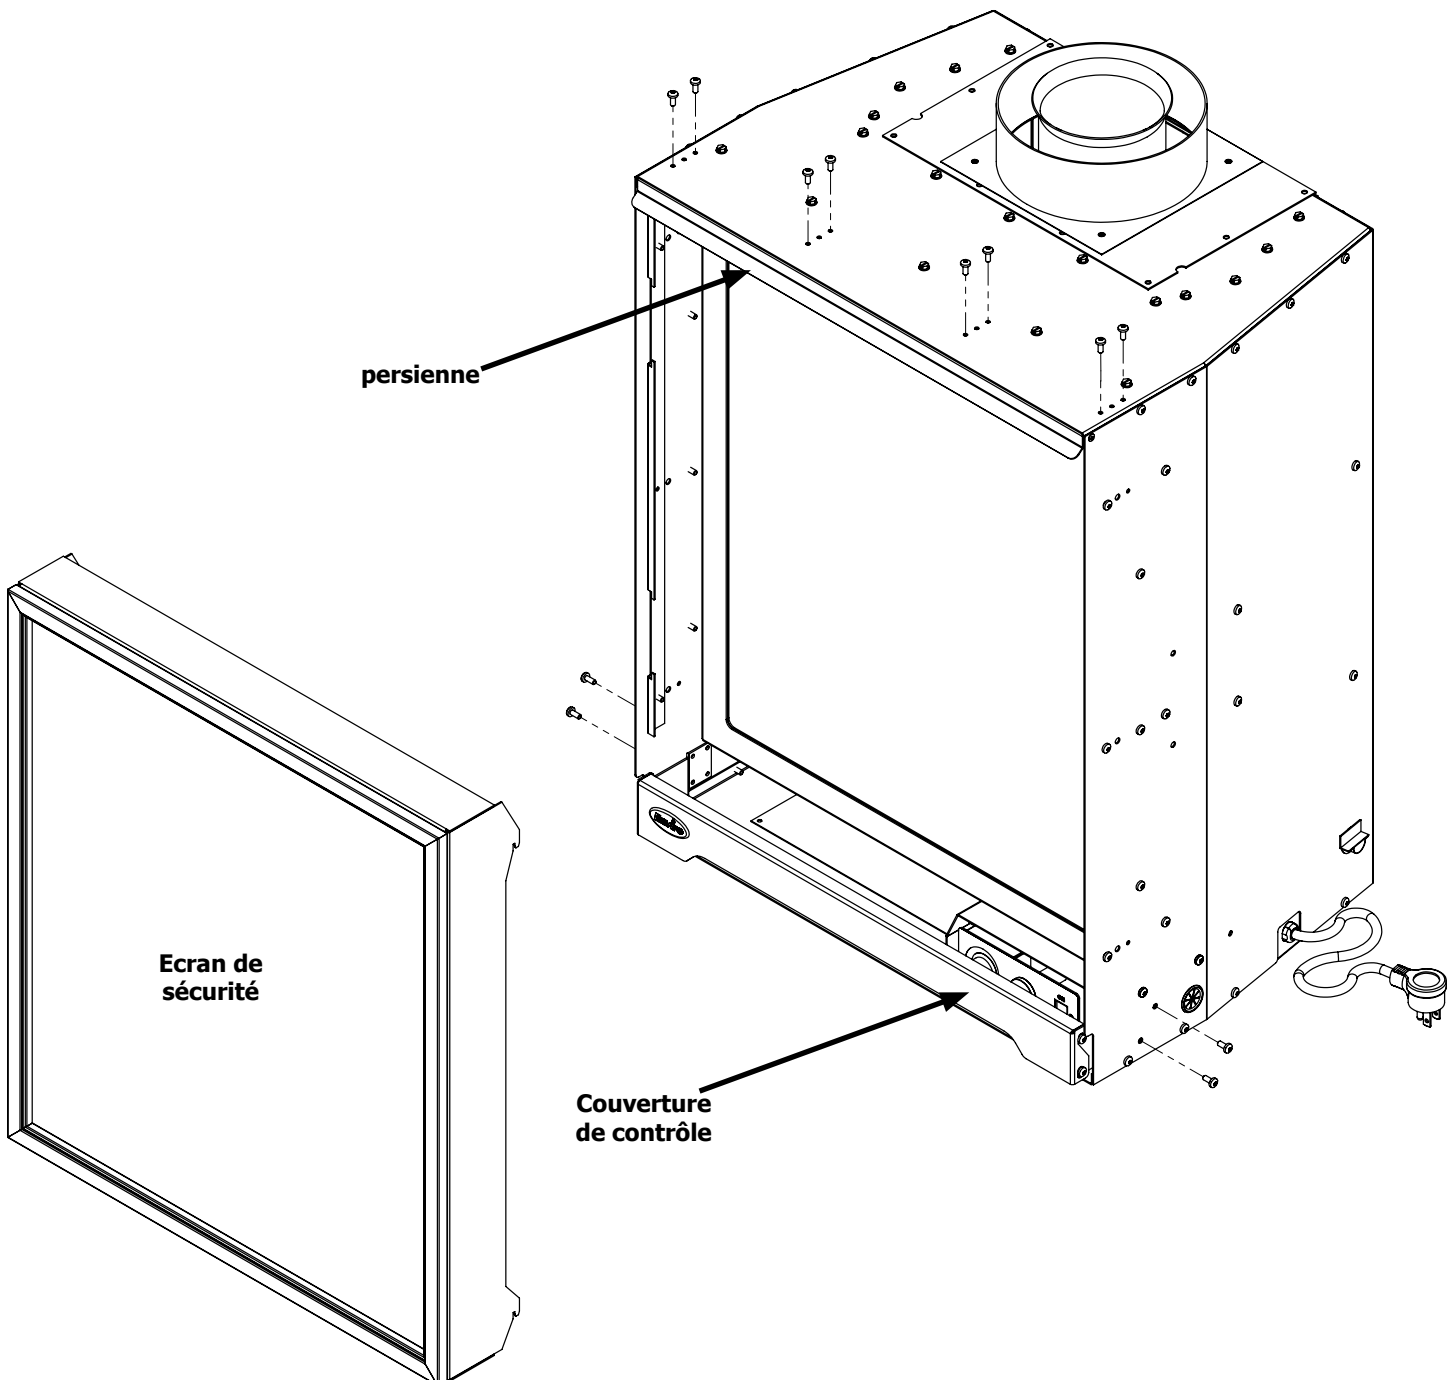

Figure 27. Entourez Panel Installer.
2. Utilisez un tournevis T20 pour enlever les deux (2) vis de chaque côté du capot de contrôle comme le montre la Figure 27.
3. Utilisez le même tournevis pour enlever les huit (8) vis T20 qui maintiennent la persienne en haut de l'armoire.